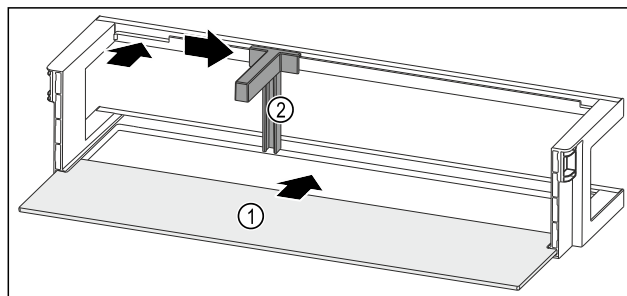

Fig. 196 Rafti i derës me raft mbajtës
- Futni raftin mbajtës Fig. 196 (1) në fole të anësore.
- Vendosni mbajtësen e shisheve Fig. 196 (2) te foleja.
- Shtyni anash mbajtësen e shisheve Fig. 196 (2) në pozicionin që dëshironi.